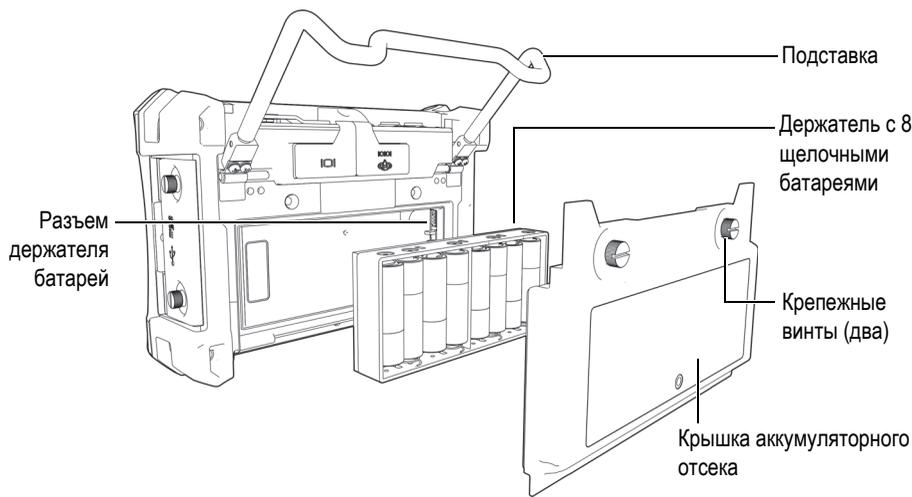

Рис. 1-12 Держатель щелочных батарей
1. Разверните подставку прибора (см. Рис. 1-12 на стр. 30).